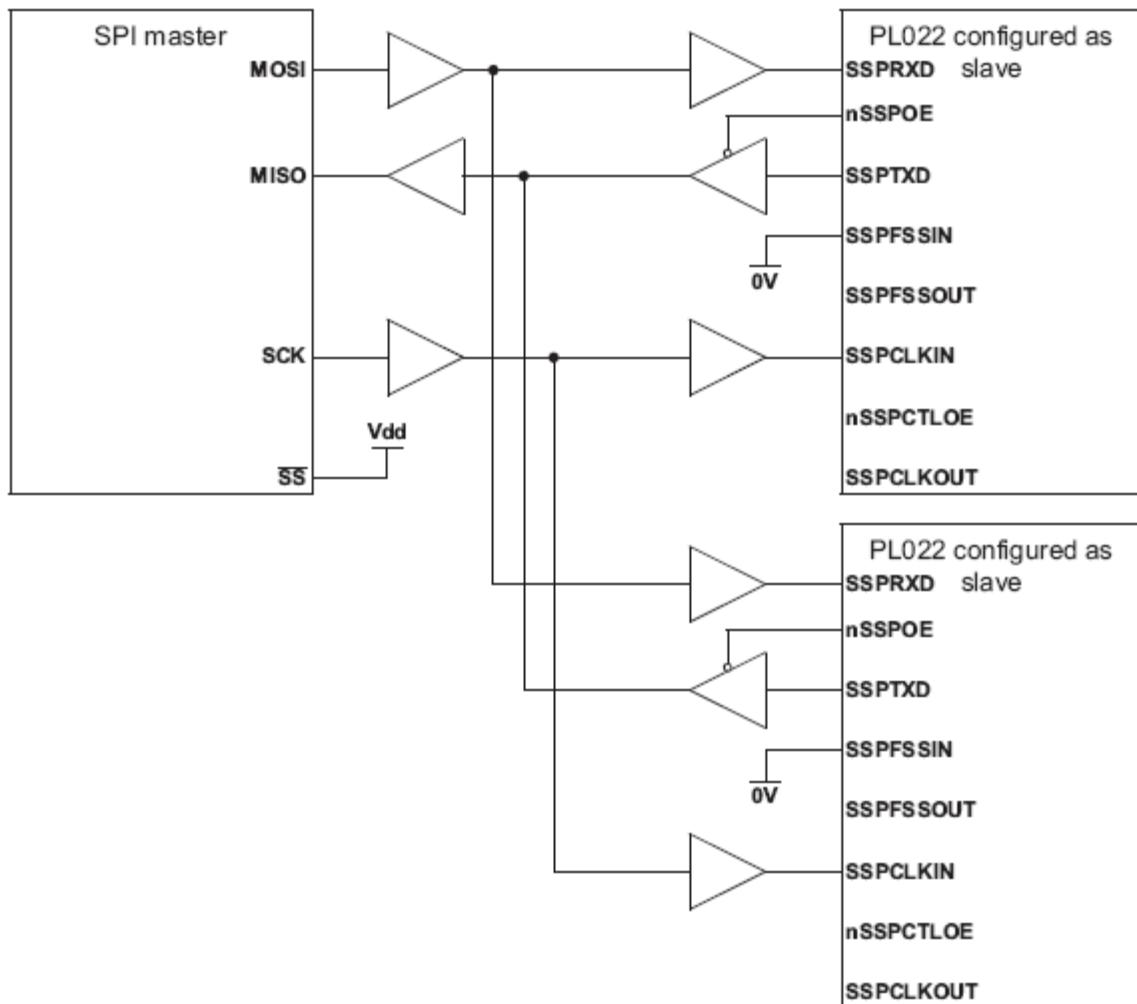

Рисунок 111 – Ведущее устройство, протокол SPI, подключено к двум ведомым модулям SSP
Рисунок 111 показывает ведущее устройство, поддерживающее протокол SPI фирмы Motorola, соединенное с двумя модулями SSP, сконфигурированными для работы в ведомом режиме. Линия Slave Select (SS) ведущего устройства в этом случае установлена в высокий логический уровень. Ведущее устройство осуществляет передачу данных по линии MOSI циркулярно в адрес двух ведомых модулей.